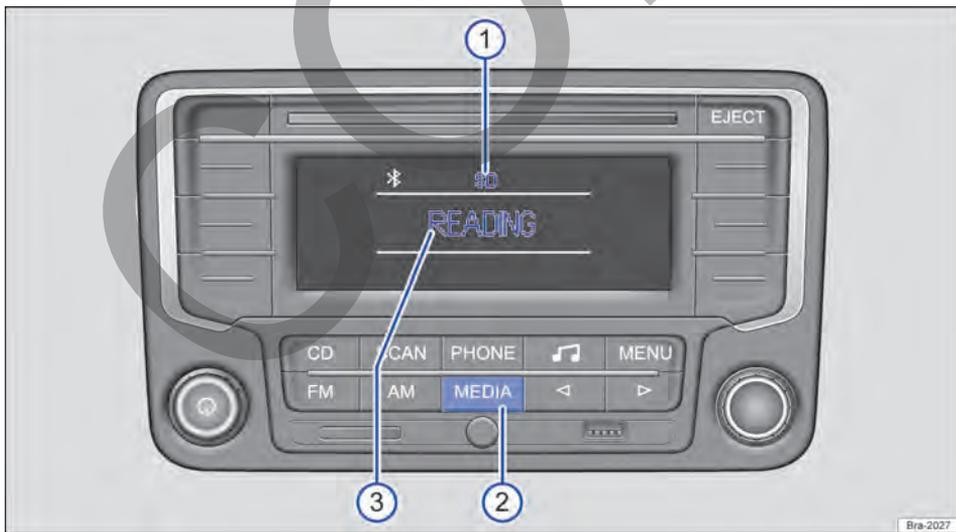
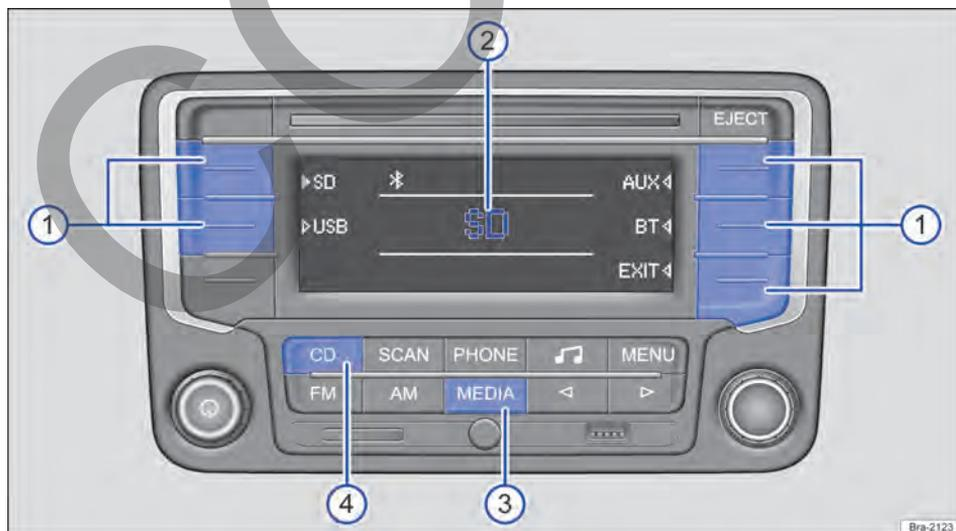

Fig. 156 Ejemplo de visualización en el modo Media: la radio lee archivos desde una tarjeta SD. ▶
Fig. 157 Ejemplo de visualización en el modo Media: continua la reproducción de la última fuente de medios, están disponibles otras fuentes de medios.
En el modo Media se pueden seleccionar y controlar diferentes fuentes de medios. Para cambiar al modo de medios, pulse brevemente la tecla del equipo **MEDIA** → fig. 156 ②.
Si la última fuente de medios sintonizada todavía está conectada, la reproducción de esa fuente continuará automáticamente y, al cambiar al modo de medios, aparecerá brevemente en el centro del display → fig. 157 ②.
En el modo de medios de reproducción, la fuente de medios seleccionada siempre aparecerá en la parte superior central del display → fig. 156 ①.
Todas las fuentes de medios disponibles → pág. 175, *Seleccionar las fuentes de medios* se muestran en el lateral del display → fig. 157. En algunas situaciones de reproducción, por ejemplo, mientras la radio lee una fuente de medios, no están disponibles otras fuentes de medios → fig. 156.
En el centro del display se muestra el estado actual de la fuente de medios, por ejemplo, **READING**, cuando la radio lee una fuente de medios → fig. 156 ③, información sobre la pista → pág. 178 o mensajes de error:
Inicie el modo Media → pág. 174, *Menú principal MEDIA*. Si la última fuente de medios sintonizada todavía está conectada, la reproducción de esa fuente continuará automáticamente y, al cambiar al modo de medios, aparecerá brevemente en el centro del display → fig. 157 ②.
En los laterales del display se muestran todas las fuentes de medios disponibles → fig. 157. Seleccione la fuente de medios deseada de la siguiente manera:
- Pulse brevemente la tecla de función programada con la fuente de medios deseada → fig. 157 ①.
- **O:** presionar la tecla del equipo **[MEDIA]** tantas veces como sea necesario hasta que aparezca la fuente de medios (excepto CD) → fig. 157 ③.
- **O:** presionar la tecla del equipo **[CD]** para reproducir un CD del lector interno de CD → fig. 157 ④.